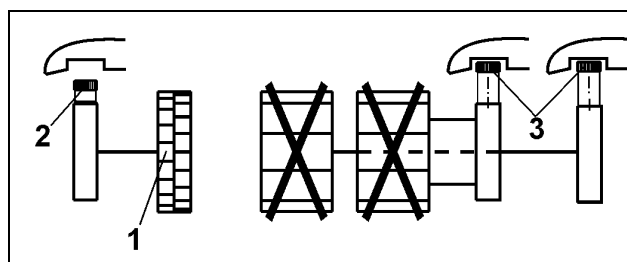

Рис. 63
Для посева высеваящей катушкой для мелкосемянных культур (Рис. 63/1)
- Завинтите винт с накатанной головкой (Рис. 63/2) высеваящей катушки для мелкосемянных культур.
- Выкрутите винты с накатанной головкой (Рис. 63/3) обеих основных высеваящих катушек.